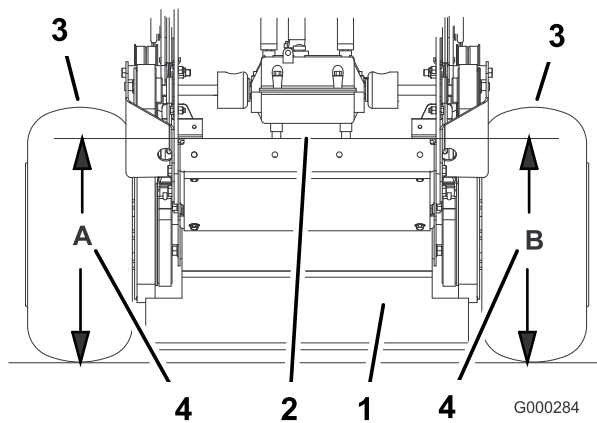

Рисунок 53
4. Измерьте высоту деки двигателя в точке **A** (Рисунок 53).
- Измерьте высоту деки двигателя в точке В (Рисунок 53).